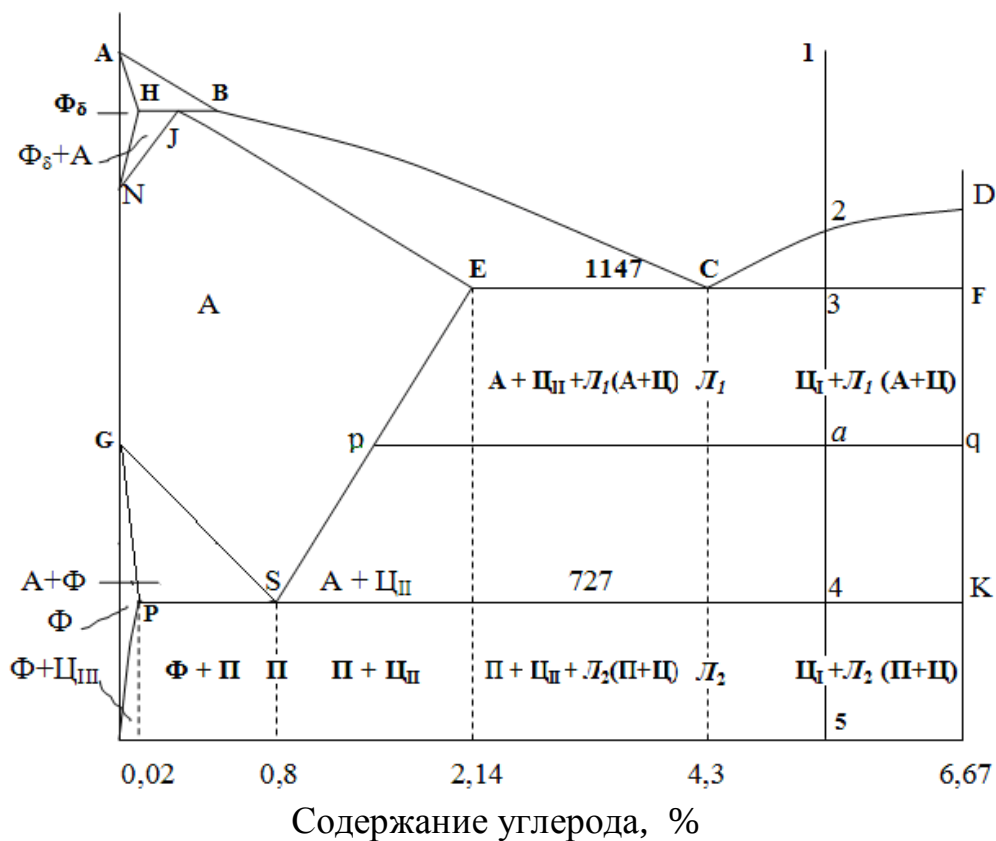

Рис.12 Диаграмма состояний Fe – Fe₃C
-построить кривую охлаждения и указать совершающиеся при этом превращения (см. рис.12,13).